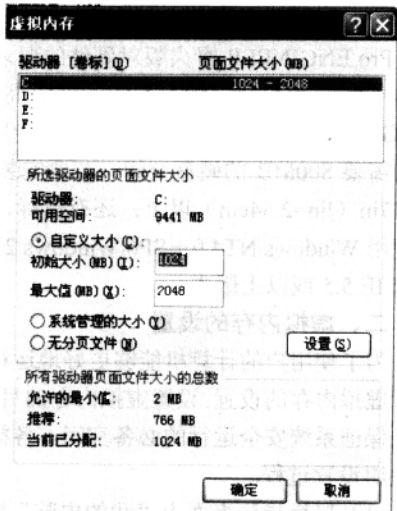

图 1-4 “虚拟内存”对话框
(4) 在“虚拟内存”选项组单击“更改”按钮，显示如图 1-4 所示的“虚拟内存”对话框。在“初始大小”文本框中输入虚拟内存的最小值，在“最大值”文本框中输入虚拟内存允许使用的最大值，例如，如果计算机物理内存为 256MB，初始值一般设置为 1024MB，最大值设置为 2048MB，单击“设置”和“确定”按钮，此时计算机会提示用户重新启动机器后设置才有效，然后一直单击“确定”按钮，重新启动计算机后完成设置。虚拟内存可根据计算机硬盘空间的大小进行设置，但初始大小至少要达到物理内存的 2 倍，最大值达到物理内存的 4 倍以上。